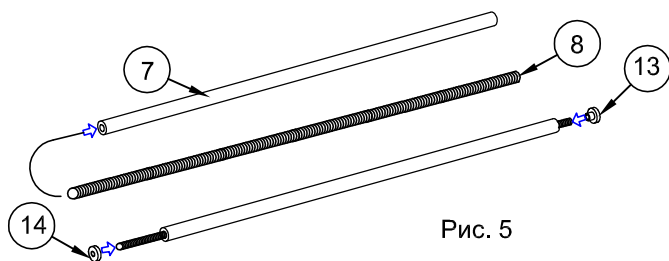

Рис. 5
3.1. Вставьте шпильки №8 в середину штанг №7. С другого края накрутите втулки №13 чтобы шпильки выходили до 2 мм. Втулки вставить в штанги. С переднего края на шпильки одеть шайбы №14 и по одной прокладке до упора (рис.5).